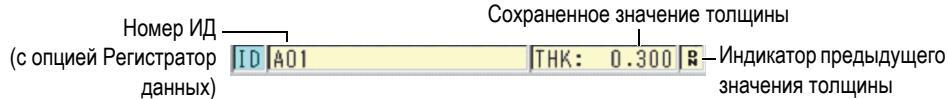

Рис. 3-3 Поле ИД
Поле ИД (при наличии опции Регистратор данных), в верхней части экрана измерений, отображает номер ИД текущего показания толщины и ранее сохраненного значения (см. Рис. 3-3 на стр. 44). Индикатор загрузки (D) появляется в том случае, если ранее сохраненное значение толщины взято из файла, а не является новым полученным значением.